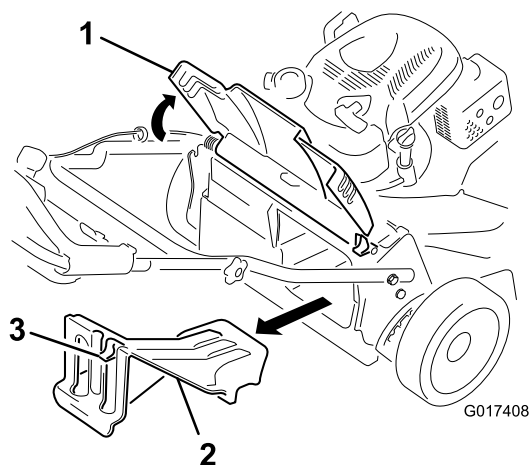

Рисунок 25
1. Поднимите и удерживайте заднюю крышку (Рисунок 25).
2. Снимите заднюю выпускную заглушку, нажав вниз на защелку большим пальцем и вытянув заглушку из машины (Рисунок 25).